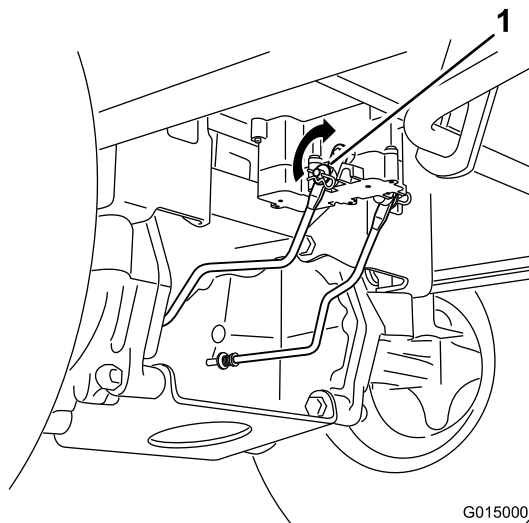

Figura 48
1. Localice el eje del freno eléctrico al que están conectados los brazos de enganche de los frenos (Figura 48).